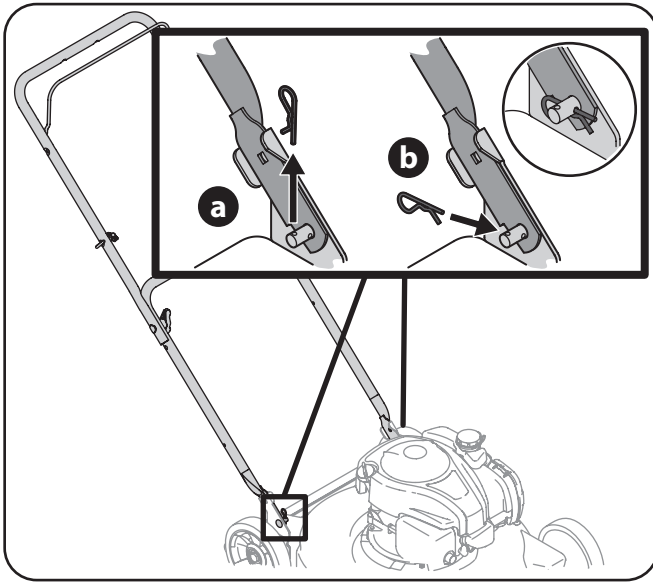

Figura 3-2
- a. Saque el pasador de horquilla de este orificio. Vea la Figura 3-2.